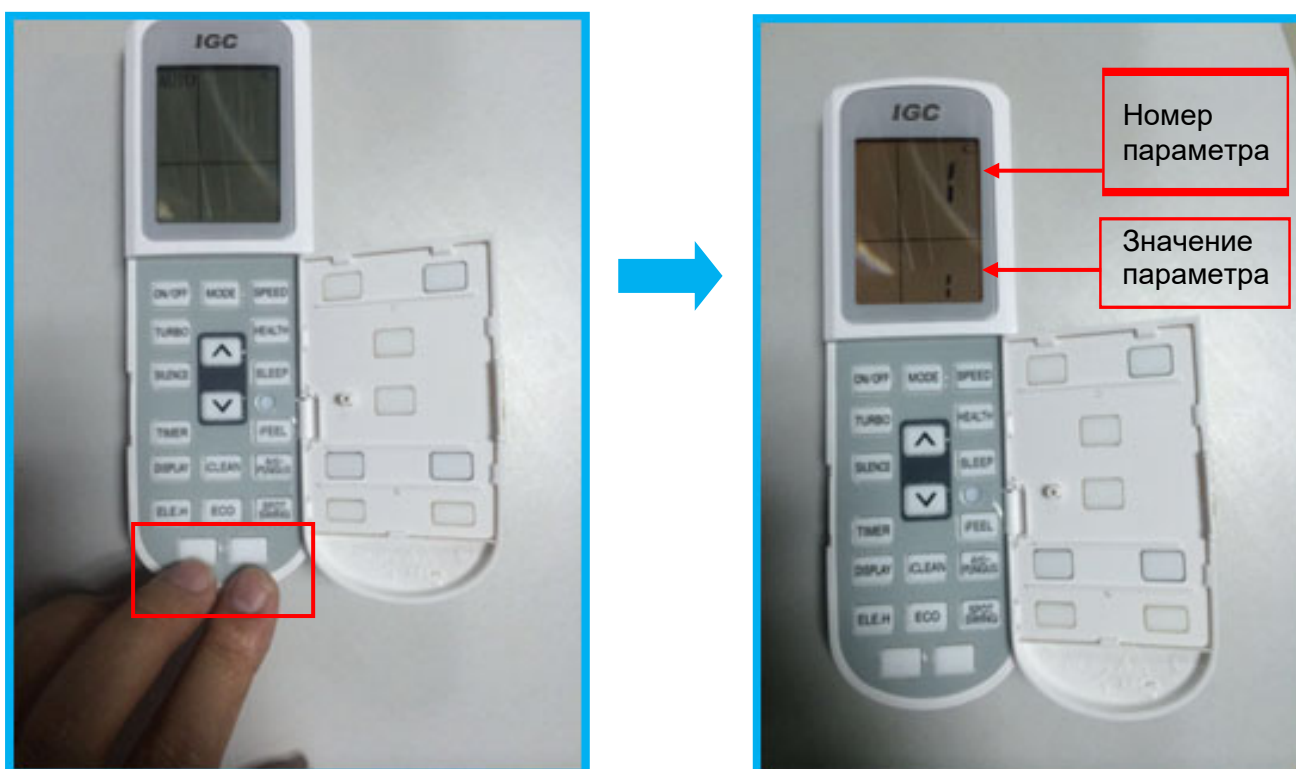

Рис. 3.4
- Порядок настройки см. п.3.2.4 и рис.3.4 и 3.5.